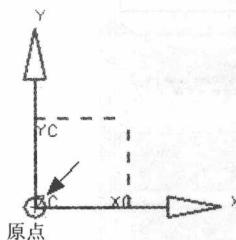
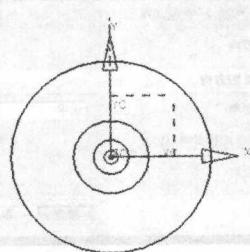

图 1-9 选择点
图 1-11 草图
(1) 单击工具栏中的“直线”按钮 $/$ 。
(2) 选择如图1-9箭头所示的原点。
(1) 单击工具栏中的“圆”按钮 \odot 。
(2) 在如图1-9所示的原点处单击。
(3) 输入圆的直径16，并回车。
(4) 使用同样的方法创建另外两个圆，直径分别为34和90，结果如图1-11所示。这3个圆同心。